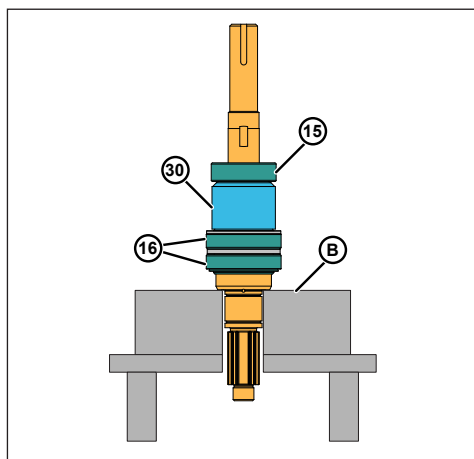

Figure 76 - Dépose des roulements de l'arbre
9. À l'aide d'une presse hydraulique et de cales en V (figure 76, élément B), retirez les roulements (éléments 15 et 16) et l'entretoise (élément 30)